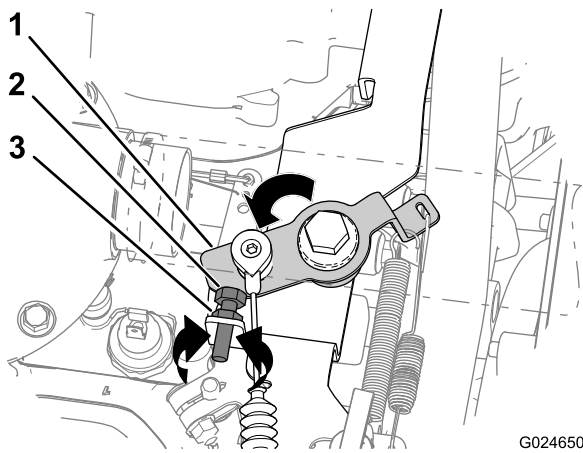
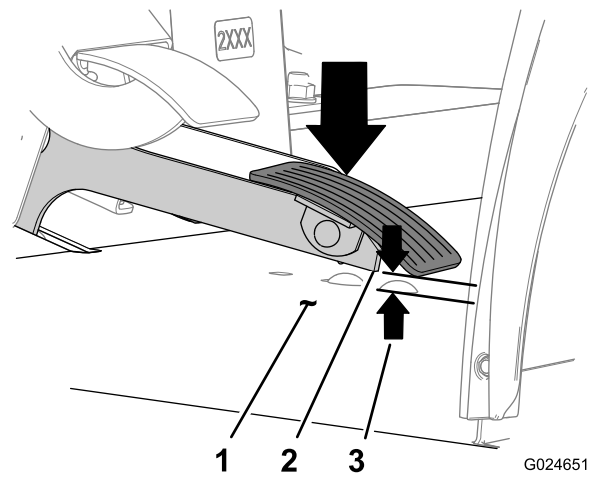

図 85
図 86
2. 手で、ベルクランクを高速アイドルストップまで動かす 図 85。
- A. 高速アイドルストップを固定しているジャムナットをゆるめる 図 85。
- エンジン速度を下げたい場合には右回り 図 85。
- エンジン速度を上げたい場合には左回り 図 85。
- C. ジャムナットを締める 図 85。
- D. ベルクランクを高速アイドルストップまで動かす 図 85。
3. アクセルペダルと、ペダル下の床面 図 86 との間の距離が 6.35 mm よりも大きかったり小さかったりする場合には、ベルクランクを高速アイドルストップ位置に保持した状態で、以下の調整を行う 図 85
1. ベルクランクを高速アイドルストップまで動かす、その位置に保持する 図 85。
2. アクセルペダルと、ペダル下の床との間の距離を測定する 図 86。